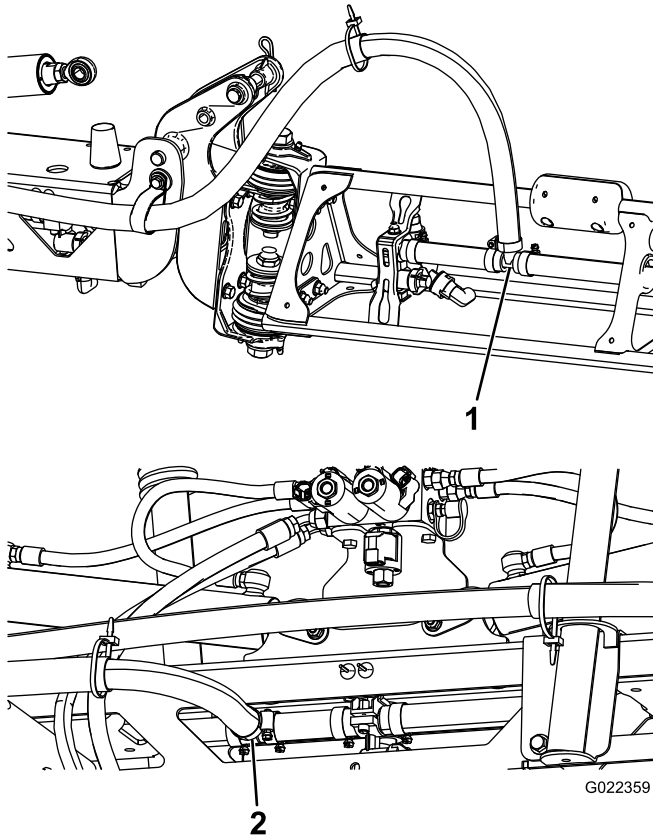

Bild 24
Hinweis: Schmieren Sie die Schlauchzahnung der T-Anschlüsse an beiden Auslegersektionen mit Flüssigseife ein (Bild 24).
- Schmieren Sie die Schlauchzahnung des T-Anschlusses am mittleren Ausleger mit Flüssigseife ein (Bild 24).
- Verlegen Sie die Schläuche des mittleren Auslegers, wie in Bild 24 dargestellt.
- Schließen Sie den Zulaufschlauch des mittleren Auslegers an die mit Flüssigseife eingeschmierte Zahnung an und befestigen Sie ihn mit einer Schlauchklemme (Bild 24).